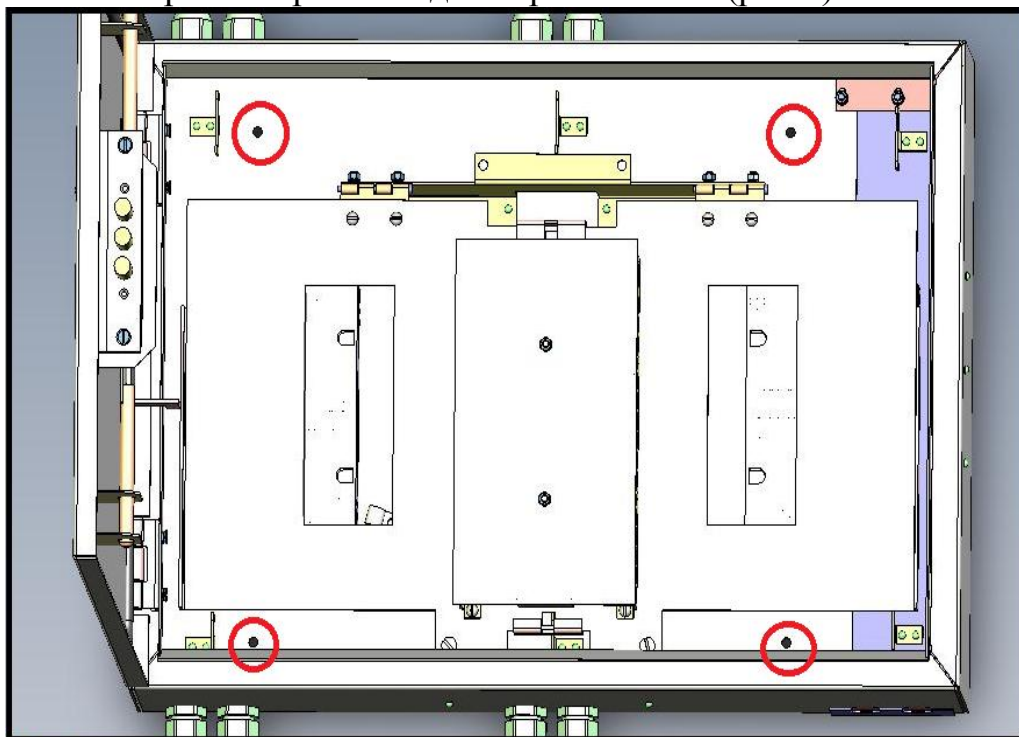

Рисунок 1. Крепежные отверстия
- С помощью 4-х анкерных болтов, диаметром 8мм, закрепите шкаф на вертикальной поверхности стены через отверстия под анкерные болты (рис.1).